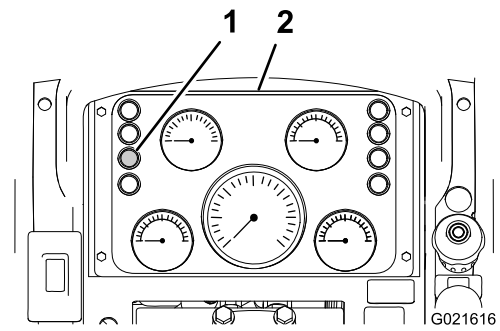

Figure 46
2. Contrôlez le témoin de colmatage du filtre à air au tableau de bord (Figure 46).